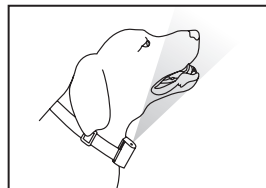

Rys. 4
Można wybierać pomiędzy dwoma trybami rozpylania (mocny/słaby) i w ten sposób dopasować tryb rozpylania do wielkości swojego psa. Aby wybrać tryb rozpylania, nacisnąć raz na przycisk ustawiania (3) (rys. 4).